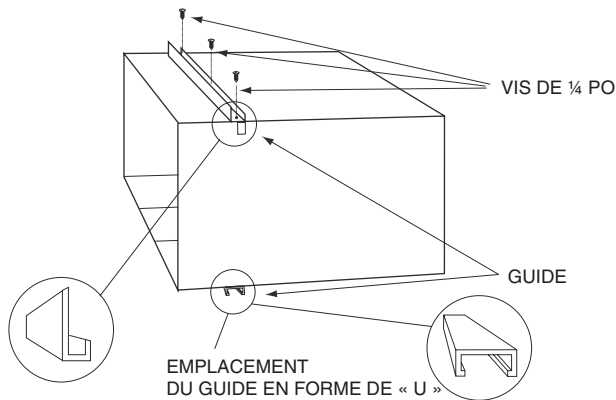

FIGURE 7 — INSTALLATION DES GUIDES SUPÉRIEUR ET INFÉRIEUR
- fixer le guide supérieur au caisson. Selon le modèle, quatre ou cinq vis peuvent s'avérer nécessaire pour fixer le guide supérieur. Consultez la Figure 7.
- Fixez le guide inférieur (compris) à la partie inférieure du caisson. Utilisez quatre vis de 1/4 po (0,625 cm) (comprises). Pour fixer le guide inférieur, les vis doivent être installées de l'intérieur du caisson vers l'extérieur. Consultez la Figure 7.